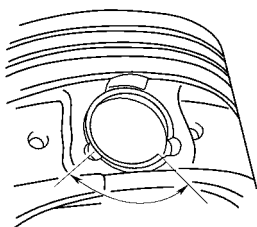

图 1-133 将弹簧卡环的三分之一处与
① 将弹簧卡环的三分之一左右与活塞销孔边缘上的缺口对准，如图 1-133 所示。